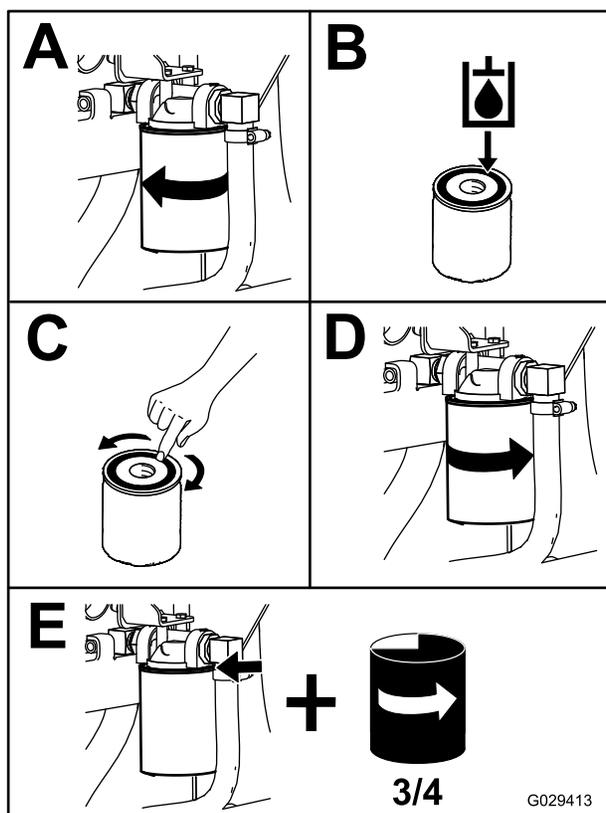

Figura 61
4. Coloque un recipiente debajo del filtro y cambie el filtro (Figura 61).